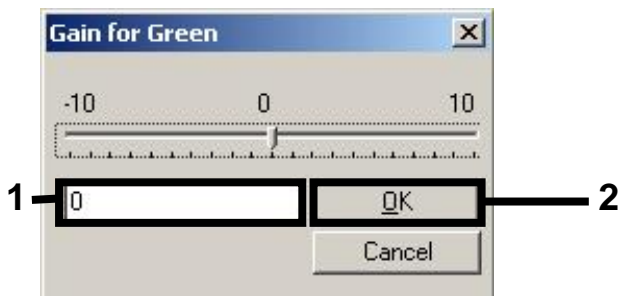

Figura 6. Inserimento manuale dei valori di guadagno più bassi.
7. Selezionare il valore di guadagno più basso di Cycling Green annotato nel passaggio 4 e inserirlo manualmente nella finestra **Gain for Green** (guadagno per Green) (Figura 6). Selezionare il valore di guadagno più basso di Cycling Yellow annotato nel passaggio 4 e inserirlo manualmente nella finestra **Gain for Yellow** (guadagno per Yellow) (Figura 6).